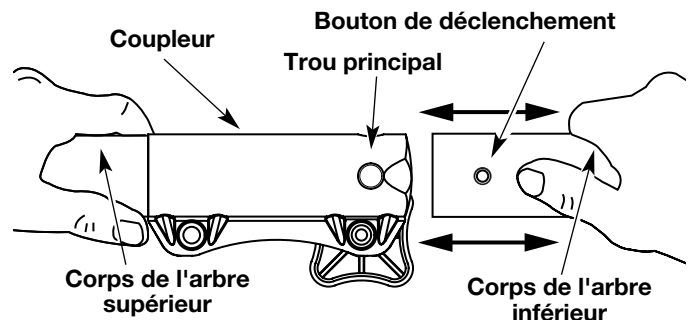

Fig. 2
3. Tenez fermement le corps de l'arbre supérieur et retirez l'accessoire du coupleur (Fig. 2).
3. Tenez fermement l'accessoire et enfoncez-le tout droit dans le coupleur (Fig. 2).